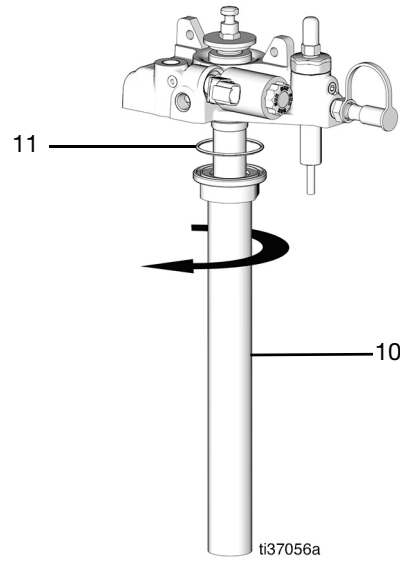

FIG. 35
14. Retire el doble tubo (10) con una llave grifa. Compruebe que la junta tórica (11) se encuentra en el doble tubo (10) (FIG. 35).